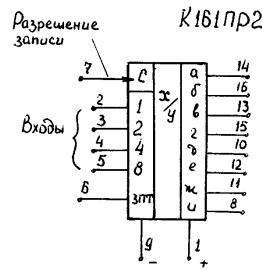

Рис.1
- В данной ситуации нет, не считаю. На складе Института скопилось достаточно много ВЛИ и работающих с ними в паре микросхем типа K161ПР2. Эта микросхема представляет собой преобразователь кода 8-4-2-1 в позиционный код семисегментных цифровых индикаторов. На принципиальных электрических схемах она изображается так, как показано на рис.1.